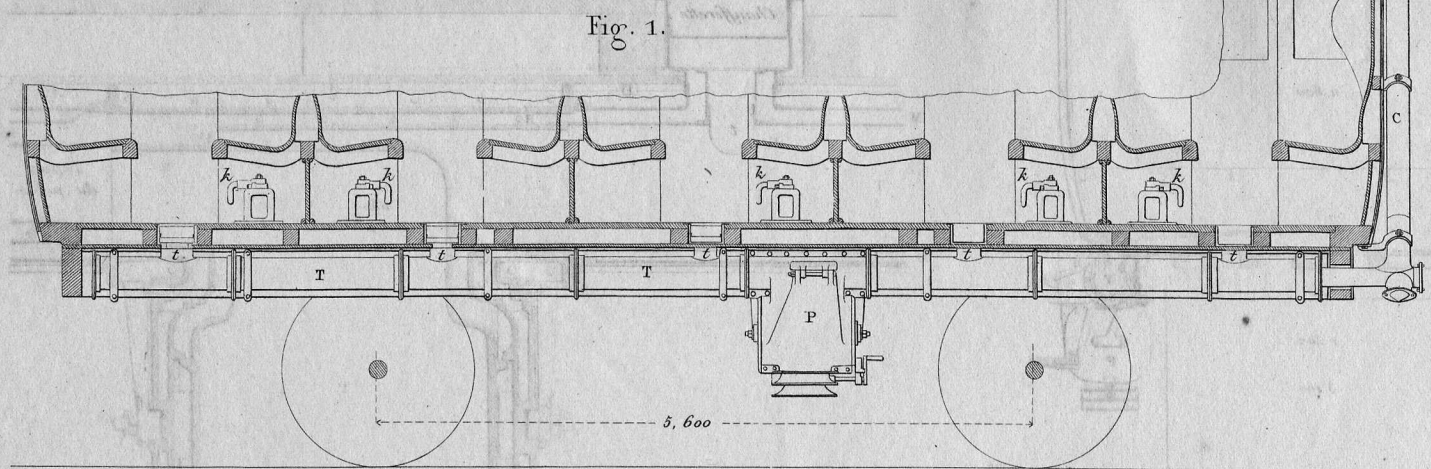

Fig. 1.
Echelle des Fig. 1, 2, 3 et 4 de 0m 025 pour 1 mètre
*Courbes. — Machine de M. Novotny. — Avant-train articulé à un seul essieu à cheville-courrière médiane. (fig. 1 à 7.)
Machines du chemin de Chemnitz à Komolan. (fig. 1 à 3.)
Chauffage des voitures par circulation d'air chaud; chemin de l'Est (figs. 1 à 6.)
Echelle des Fig. 1 à 4 et 7 à 9 de 0m 025 pour 1 mètre